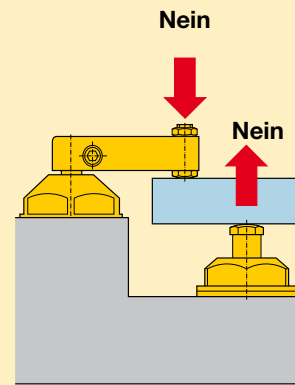

Abbildung 3
Auseinander liegende Mittellinien führen zur Verbiegung des Werkstückes und zu unkontrollierten Absenkung (Abbildung 3).
z.B. der X- und Z-Achse auf (Abbildung 3 a). Somit kann der Körper nur noch in Richtung der X- und Z-Achse verschoben und um die Y-Achse verdreht werden. Durch dieses Aufspannen einer Ebene wurden dem Körper drei Freiheitsgrade entzogen.
Um dem Körper zwei weitere Freiheitsgrade zu entziehen, wird nun eine zweite Bezugsebene, z.B. zwischen der Y- und X-Achse (Abbildung 3 b), aufgespannt, und es verbleibt nur noch der Freiheitsgrad der Translation in Richtung der X-Achse.